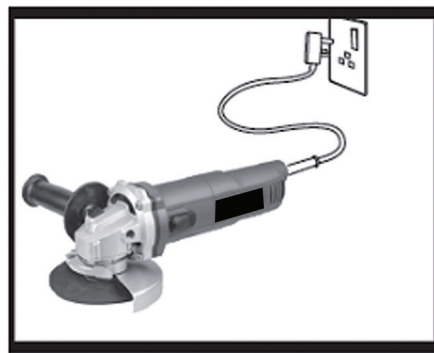

Fig. 4
- **Retire a ficha da tomada sempre que a máquina não estiver em utilização.** Com a ficha inserida e existindo corrente elétrica, a ferramenta continua a consumir energia, mesmo quando desligada. (Ver fig. 4)